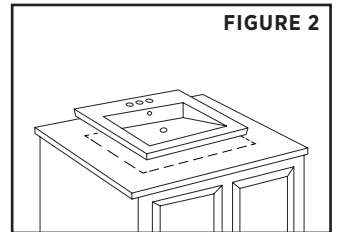

FIGURE 2
Locate the proper place on the vanity top that the drop-in basin will be installed. Make sure that there is enough room under the vanity top for the faucet, water supply lines, drain assembly and bottom of drop-in basin. Spacing on back of drop-in to backsplash of vanity should have enough distance to accommodate desired faucet (not included) **(FIGURE 2)**.
*Situez l'endroit sur le dessus du meuble-lavabo où vous souhaitez encastrer le lavabo. Assurez-vous qu'il y a suffisamment d'espace sous le dessus du meuble-lavabo pour loger les conduites d'arrivée, le renvoi et la profondeur du lavabo. Prévoyez assez d'espace entre l'arrière du lavabo et le dossier du meuble-lavabo pour poser le robinet choisi (non inclus) **(FIGURE 2)**.*